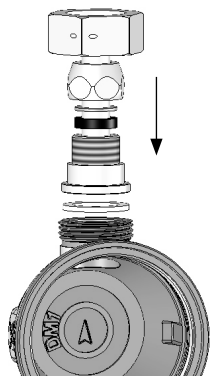

Bild 3 (Auslaufverschraubung)
- Auslaufverschraubung (*Bild 3*)